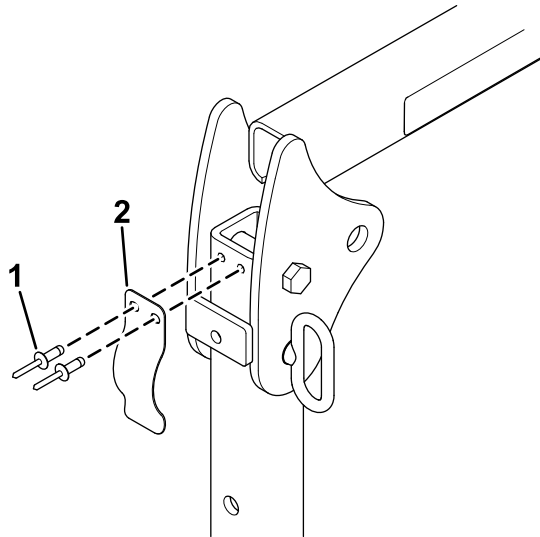

Figura 22
1. Com a barra de segurança na posição baixada, remova a mola de lâminas anti-vibração (Figura 22) de ambos os lados da barra de segurança.